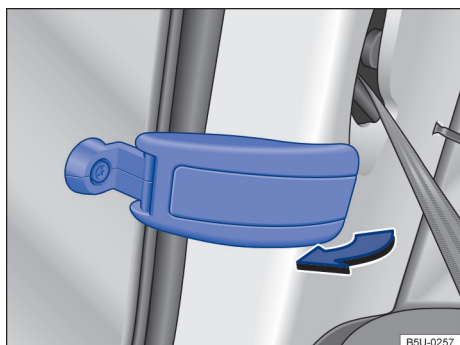

Fig. 53 Abrir la luneta rebatible.
- Tirar de la palanca de bloqueo de la luneta en el sentido de la flecha → fig. 53.